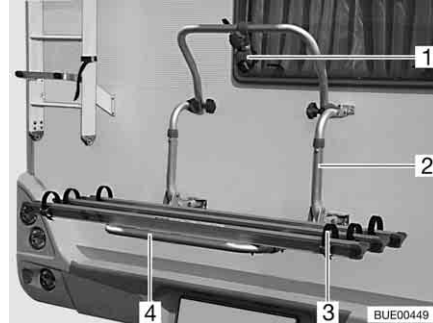

Fig. 5 Portabiciclette, non abbassabile
Con il portabiciclette (Fig. 5,2) è possibile trasportare comodamente 2 biciclette. È possibile un ampliamento a 3 biciclette.
- Ribaltare la staffa orientabile telescopica (Fig. 5,4) verso il basso.
- Sistemare le biciclette e legarle con la cinghia Quick (Fig. 5,3).
- Fissare il distanziatore (Fig. 5,1) sul telaio della bicicletta esterna.